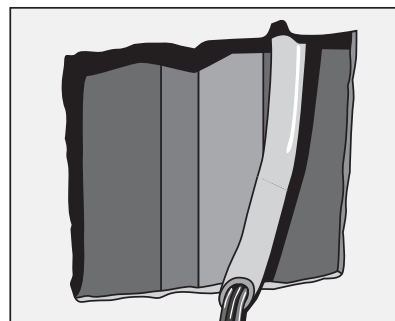

図 2 壁に穴をあける
- (2) はさみ金具の取り付け位置に合わせて、ケーブルを通すための穴を、壁に開けます（図 2）。開口部はビスの間隔より若干広めに開けてください。